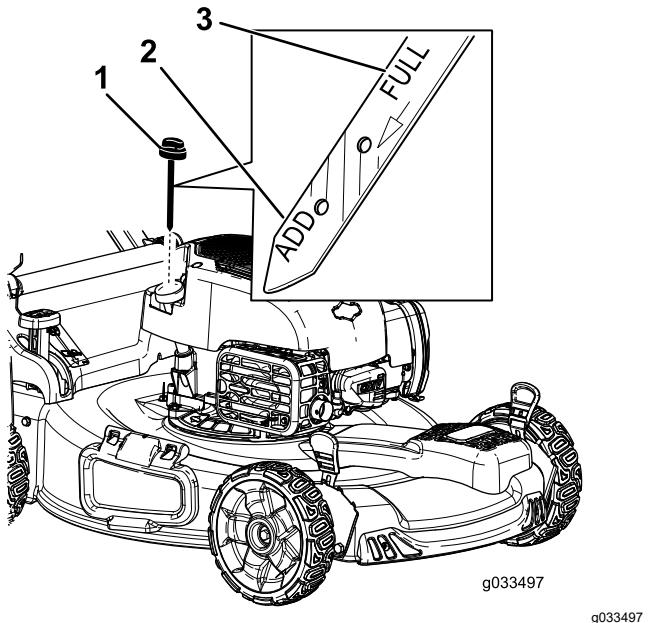

Figura 5
2. Girate il tappo in senso antiorario ed estraete l'asta di livello (Figura 5).
6. Controllate il livello dell'olio sull'asta (Figura 5).